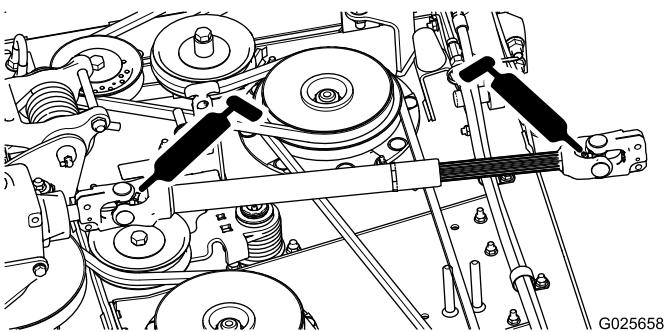

Figura 16
- Árbol de transmisión de la PTO (2) (Figura 16)